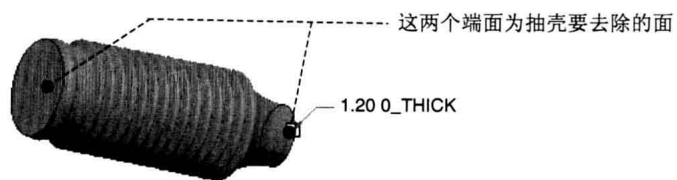

图 1.9 壳 1
Step6. 添加抽壳特征——壳 1。选择下拉菜单**插入(I)**  **壳(S)** 命令; 要去除的面如图 1.9 所示, 壁厚值为 1.2。